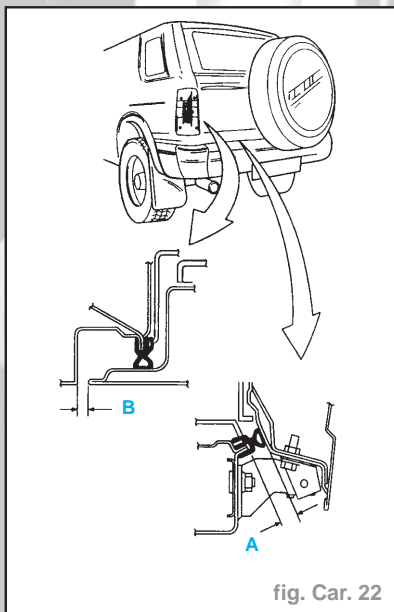

fig. Car. 22
- Mesures d'écartement porte (fig. Car. 22) :
- Mesures d'écartement hayon arrière (fig. Car. 22) :